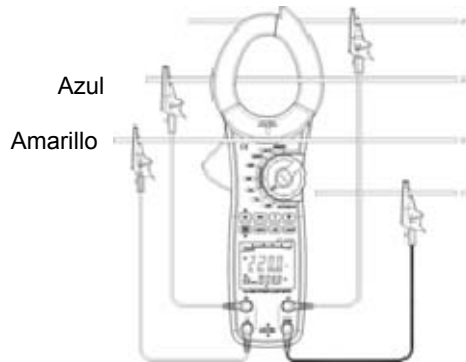

Figura 6
- Cuando mida 4 conductores trifásicos conecte el medidor como la figura 6.
En la figura 6  $\Sigma W = W1 + W2 + W3$ .
3. Para el método de conexión trifásico de 4 conductores y trifásico de 3 conductores vea la figura 6 y 15.